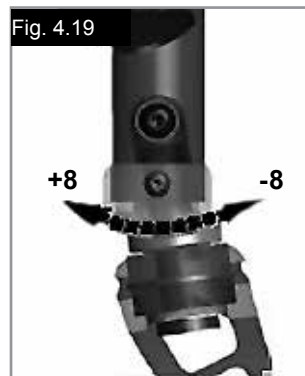

Fig. 4.19
Om de hoogte van de achterzijde van de zitting aan te passen, maakt u de 4 schroeven (1) (2 aan iedere kant) waarmee de klem (2) vast zit, los en verwijdert ze. Zet de 2 klemmen op de gewenste hoogte en plaats de 4 schroeven terug. Voordat u de schroeven weer aandraait, moet u de instructies opvolgen om de in/uit spoor naar nul te zetten (zie Fig. 4.19 - 4.20). Draai de schroeven tot 7 Nm aan.
Om ervoor te zorgen dat beide vorken parallel worden ingesteld, moet u de tanden tellen die aan beide kanten zichtbaar zijn. Nadat u de zwenkwielvork heeft ingesteld, zorgen de tanden voor een stevige positie, en kan een aanpassing van 16° met stappen van 2° worden aangebracht. Gebruik de vlakke zijde aan de voorkant van de zwenkwielvork om te controleren dat de positie een rechte hoek met de grond vormt (Fig. 4.19).